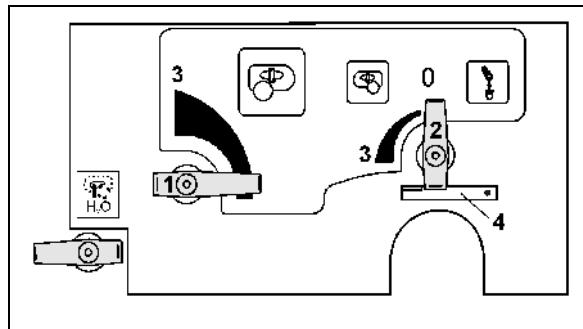

Fig. 44
- for hovedrøreverket ved hjelp av innstillingsventil (Fig. 44/1).
- for ekstrarøreverket ved hjelp av innstillingsventil (Fig. 44/2).
I innstillingsposisjon 0 er det respektive røreverket koblet ut. Den høyeste røreytelsen er i posisjon (Fig. 44/3).
Sikring for tappefunksjonen til trykkfilteret (Fig. 44/4).